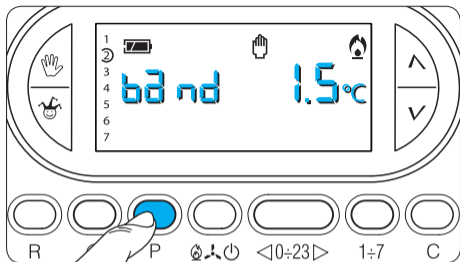

Fig. 71
19.11 - Premere il pulsante **P** (fig. 71).